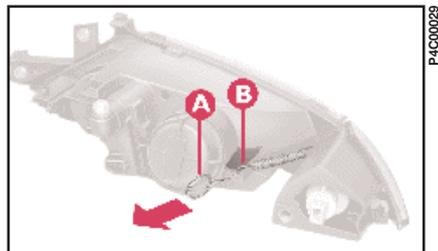

fig. 13
- 1) Décrocher le ressort **A** (fig. 13) du support **B** en agissant dans le sens indiqué par la flèche.